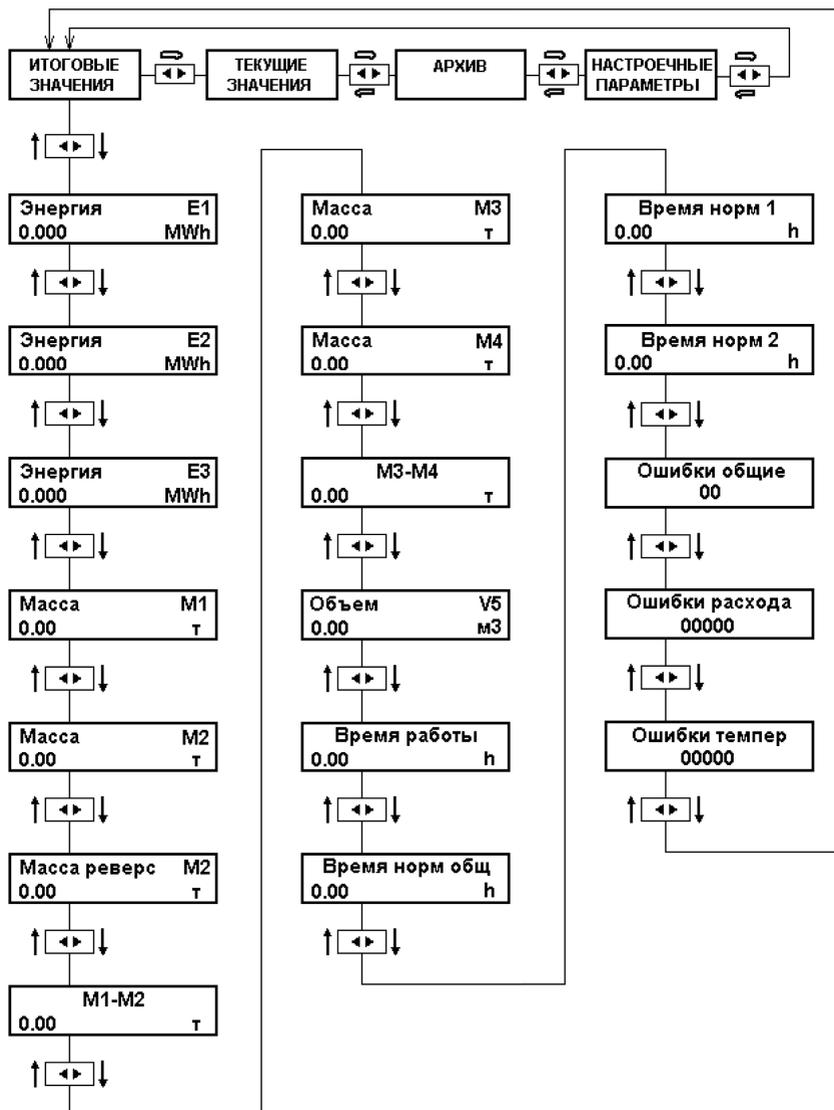

Рис. 3 Схема просмотра итоговых значений
8.2.1 Для просмотра итоговых значений необходимо находясь в верхнем уровне меню длительным нажатием на кнопку ▶ или ◀ выбрать меню “ИТОГОВЫЕ ЗНАЧЕНИЯ”. Просмотр осуществляется кратковременными нажатиями кнопок ◀ и ▶ (рис.3). В этом уровне можно просмотреть накопленные значения измеряемых и вычисляемых параметров: E1+E2, E1, E2, E3, V1(M1), V2(M2), -M2, V1-V2(M1-M2), V3(M3), V4(M4), V3-V4(M3-M4), V5, время работы и ошибки работы счетчика.